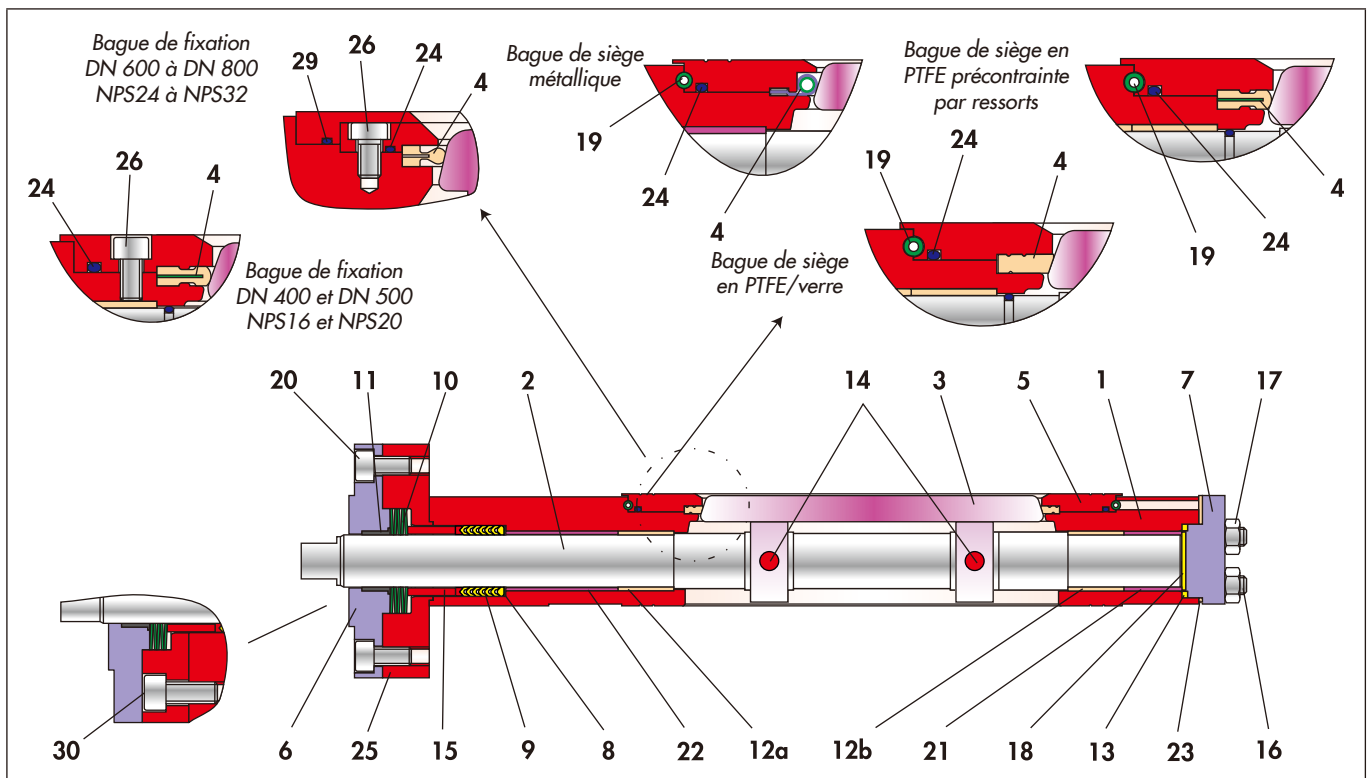

Fig. 3-4 : Vue en coupe de la vanne papillon BR 14c avec garniture à chevrons précontrainte par des rondelles-ressorts
- ⇒ Pousser la garniture à chevrons en PTFE (9) sur l'axe de commande dans l'alésage du corps, puis presser à l'aide d'un manchon de montage. La vue en coupe Fig. 3-4 illustre l'assemblage de la garniture à chevrons.
- ⇒ Placer l'entre-bride (25) sur le corps de vanne et ajuster à l'aide des vis (30).
- ⇒ Serrer les vis (30) en croix de façon homogène.
- ⇒ Faire glisser la bague de serrage (15) sur l'axe de commande et l'enfoncer à l'endroit prévu à cet effet sur le corps de vanne.
- ⇒ Insérer le jeu de rondelles-ressorts (10). La vue en coupe Fig. 3-4 illustre l'assemblage des rondelles-ressorts.
- ⇒ Enfoncer le palier lisse (11) dans le fouloir de presse-étoupe (6).
- ⇒ Insérer soigneusement le fouloir de presse-étoupe pré-monté sur l'entre-bride et ajuster à l'aide des vis (20).
- ⇒ Serrer les vis (20) en croix de façon homogène.